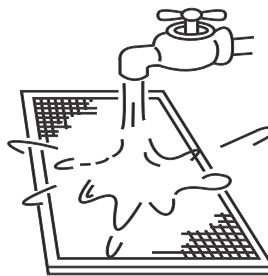

Figura 46
- b. O lado da entrada de ar deve ficar voltado para baixo quando se utiliza água limpa. (Consulte a Figura 46)